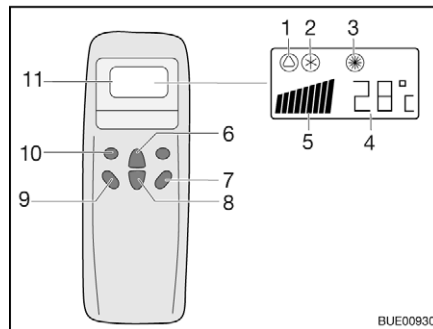
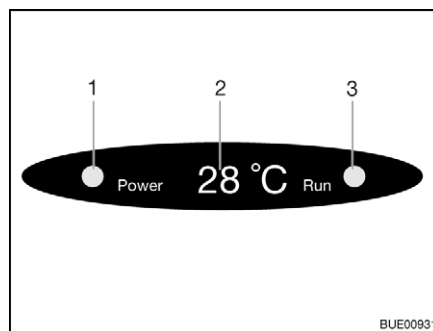

Fig. 138 Telecomando
Fig. 139 Display su diffusore
- Premere il tasto "ON/OFF" (Fig. 138,7).
- Premere il tasto "Mode" (Fig. 138,10) spesso, finché la modalità desiderata (Fig. 138,1, 2 o 3) viene visualizzata sul display. La spia di controllo relativa sul display sul diffusore (Fig. 139,3) si accende.
- Con i tasti di aumento della temperatura (Fig. 138,6) o di riduzione della temperatura (Fig. 138,8) regolare la temperatura desiderata.
- Con il tasto numero di giri ventola (Fig. 138,9) selezionare il livello desiderato per la ventola.